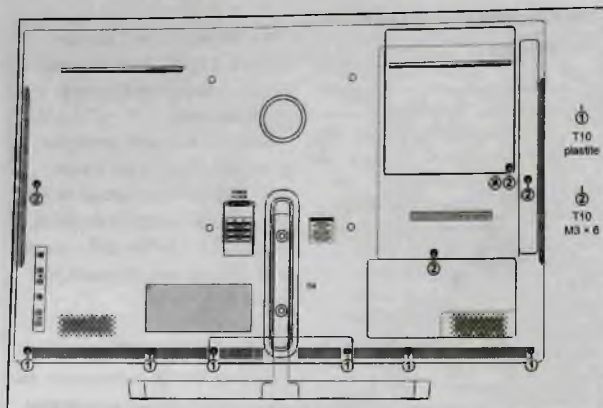
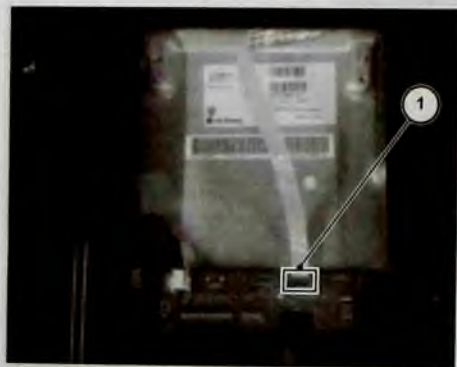

Рис. 5. Винты крепления задней крышки
Рис. 6. Отключение шлейфа узла Ambilight
1. Выкручивают винт А крепления люка на задней стенке (рис. 5), снимают его (рис. 6) и
3. Выкручивают все винты 1 и 2 (рис. 5) крепления задней крышки.